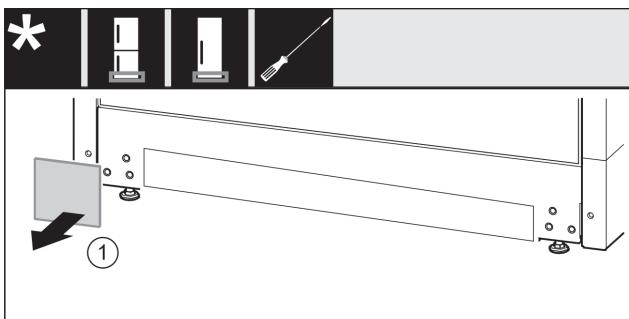

Fig. 18
- ▶ Свалете капака Fig. 18 (1).